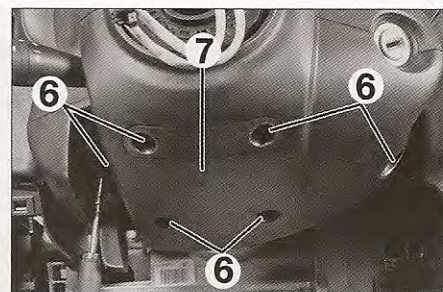
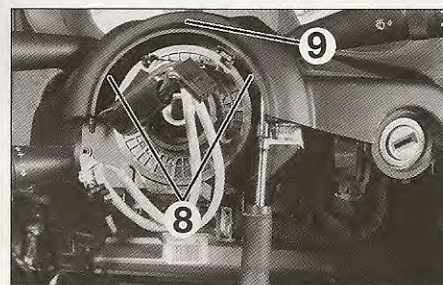
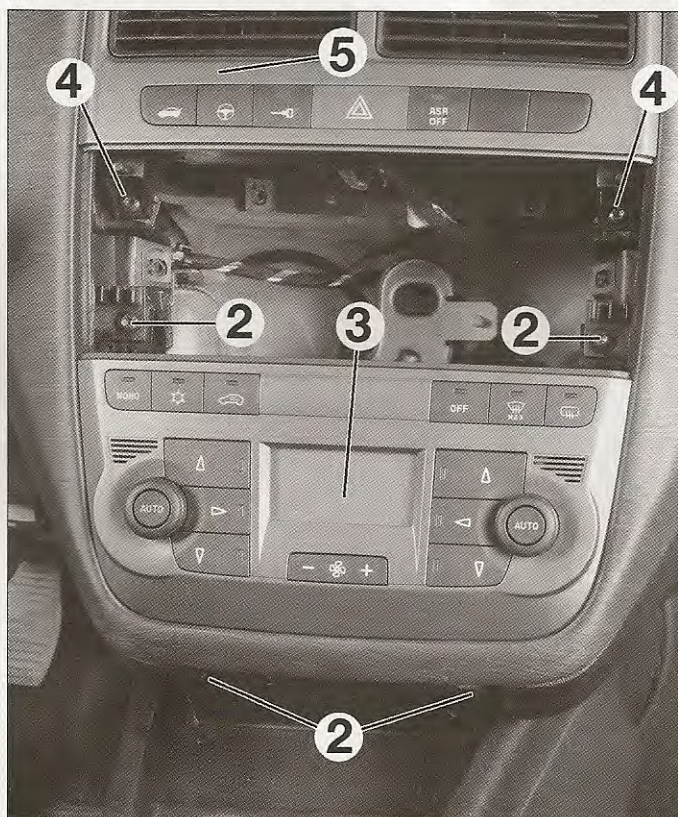

FIG. 21
FIG. 22
FIG. 20
- Desmontar los tornillos de fijación (2) del bloque de mandos (3) de la climatización (fig. 20).
- Desmontar los tornillos de fijación (4) de las salidas de ventilación centrales (5).
- los tornillos de fijación (6) de la guarnición inferior (7) de columna de dirección (fig. 21).
- la guarnición inferior (7) de la columna de dirección.
- los tornillos de fijación (8) de la guarnición superior (9) (fig. 22).